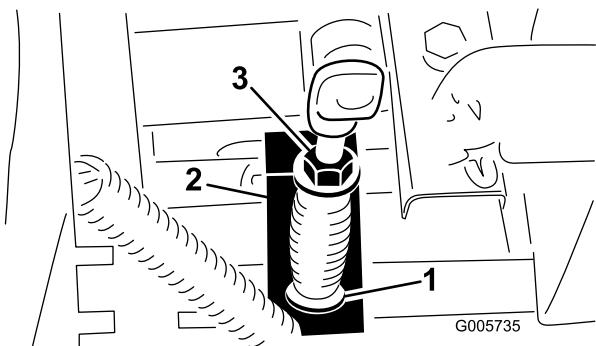

Figura 68
3. Mida la longitud del muelle de la TDF entre las arandelas planas (Figura 68). La longitud debe ser de 81 mm.
4. Para ajustar, sujeté la cabeza del tornillo de ajuste con una llave inglesa (debajo del brazo actuador de la TDF) y gire la contratuerca (Figura 68).